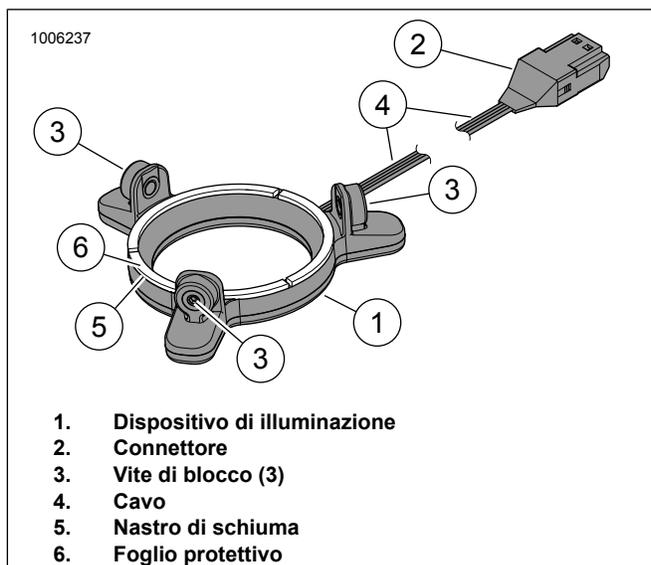

Figura 20. Luce LED, altoparlante rotondo Stage II
5. Vedere la figura 20. Rimuovere il foglio protettivo (6) dal nastro di schiuma (5) sul retro del dispositivo di illuminazione (1).